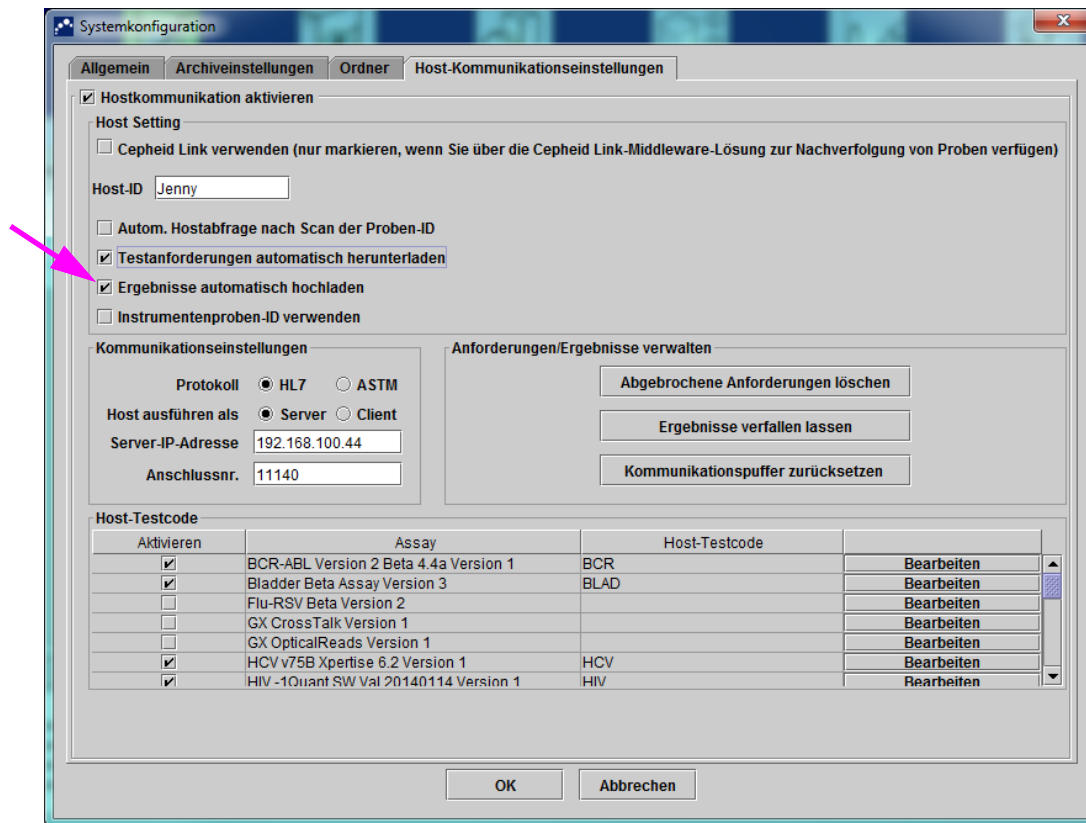

Abbildung 5-98. Ergebnisse automatisch hochladen
1. Klicken Sie auf der Registerkarte **Host-Kommunikationseinstellungen** des Dialogfelds „Systemkonfiguration“ auf das Kontrollkästchen **Ergebnisse automatisch hochladen**, wenn das Ergebnis unmittelbar nach Abschluss des Tests hochgeladen werden soll. Siehe Abbildung 5-98.
1. Achten Sie darauf, dass auf der Registerkarte **Host-Kommunikationseinstellungen** des Dialogfelds „Systemkonfiguration“ das Kontrollkästchen **Ergebnisse automatisch hochladen** abgewählt (deaktiviert) ist. Siehe Abbildung 5-98.